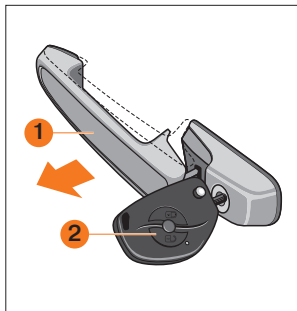
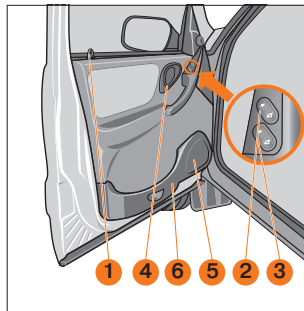

Рис. 7. Открывание дверей
Рис. 8. Передняя дверь
Двери открываются: снаружи – за ручку **1** (рис. 7) в направлении стрелки, а изнутри – поворотом на себя рукоятки **4** (рис. 8). Если замок заблокирован, то ручка и рукоятка имеют свободный ход.
**Передние двери** блокируются: снаружи – ключом **2** (рис. 7); изнутри – нажатием на кнопку **1** (рис. 8); или нажатием на кнопку на ключе с ПДУ.
Нажатием на вогнутую или выпуклую часть клавиши **2** (рис. 8) переключателя стеклоподъёмника, расположенного на обивке двери, можно опустить или поднять стекло на нужную величину. После прекращения нажатия клавиша автоматически устанавливается в среднем положении и стекло останавливается в любой выбранной Вами позиции. Дополнительная клавиша **3** (рис. 8) на двери водителя управляет электроприводом стеклоподъёмника правой передней двери. Клавиши подсвечиваются, если включено наружное освещение.
В передней части кармана **6** (рис. 8), предназначенного для размещения мелких предметов, под облицовкой **5** предусмотрено место для установки акустических устройств радиоприемной аппаратуры.